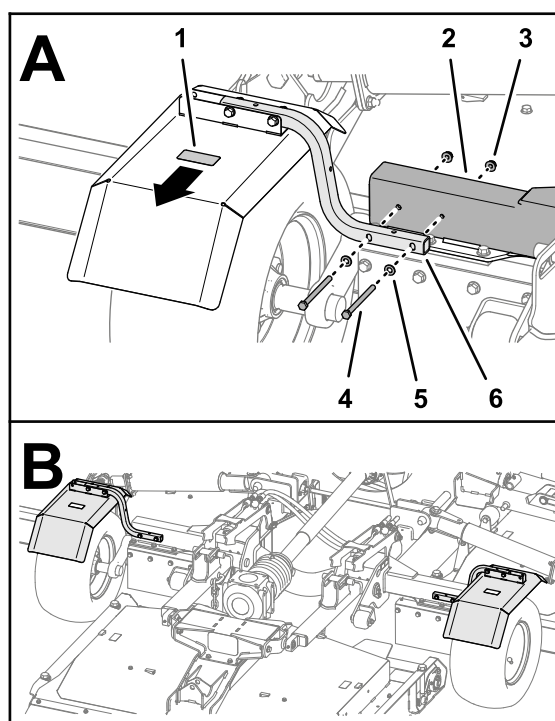

Figura 5
1. Allineate i fori nel tubo di supporto per il parafango sinistro con i fori nel tubo del telaio dell'assale, come illustrato nella Figura 5.
2. Montate il tubo di supporto del parafango sul tubo del telaio dell'assale (Figura 5) con 2 viti a testa cilindrica (5/16" x 4"). 2 rondelle (5/16") e 2 dadi di bloccaggio flangiati (5/16").